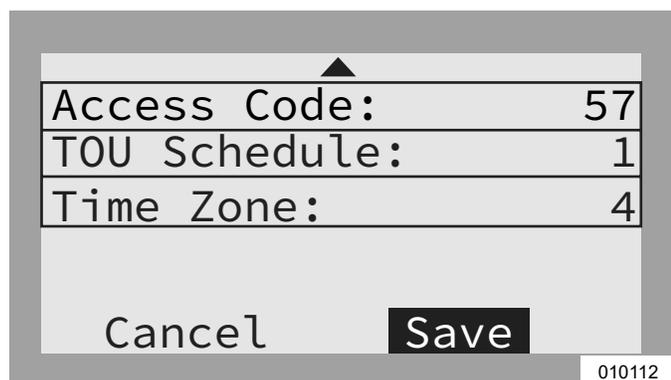

Figure 6-17. Configurer un horaire TOU (4 de 4)
8. Voir **Figure 6-17**. Pour valider toutes les modifications, mettre Save (Enregistrer) en surbrillance et appuyer sur la touche centrale.